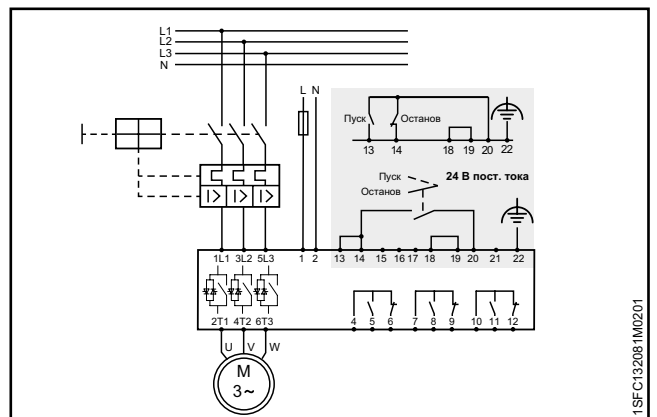

Рис. 2.6
7. Подключите контакты 4, 5, 6, 7, 8, 9, 10, 11 и 12 для использования реле выходных сигналов. Это «сухие» контакты, рассчитанные на напряжение, не превышающее 250 В переменного тока, 1,5 А (AC-15) и 30 В постоянного тока, 5 А (DC-12). См. **Рис. 2.6**.